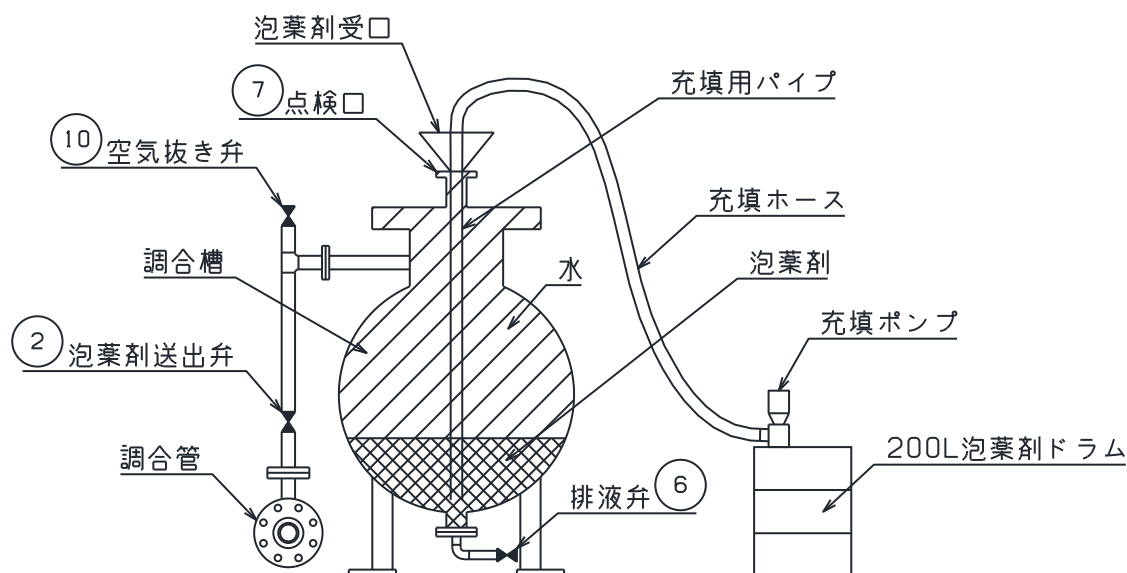

図 5-2 社内検査又は消防立会検査時の泡消火薬剤充填作業要領図
- (1) 泡消火設備の配管をブローする。ブローに先立って調合装置の加圧水導入弁①及び泡薬剤送出弁②を閉止し、調合管を通して水がきれいになるまで行う。
- (2) 空気抜き弁⑩、泡薬剤加圧水導入弁①及び泡薬剤送出弁②を開放する。
- (3) 点検口⑦の閉止フランジを取り外す。
- (4) 調合管下流側の地区選択弁③、試験弁⑧及び排水弁⑤を閉止し、給水元弁④を徐々に開放して調合槽内へ水を充填する。
- (5) 調合槽が満水し点検口⑦及び空気抜き弁⑩から水が溢れ出したら泡薬剤加圧水導入弁①、泡薬剤送出弁②を閉止し、その後給水元弁④を閉止する。
- (6) 泡消火薬剤ドラムに充填ポンプをセットし、図 5-2「社内検査又は消防立会検査時の泡消火薬剤充填作業要領図」に従って調合槽内に充填する。
- (7) 各調合槽への最低泡消火薬剤充填量は表 5 を参照する。
- (8) 泡消火薬剤の充填が完了したら、空気抜き弁⑩を閉止する。
- (9) 点検口⑦の閉止フランジを取り付ける。